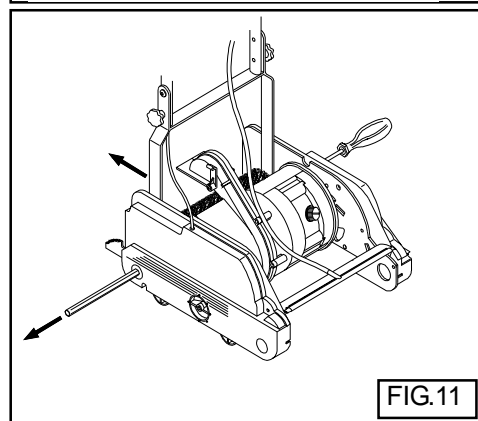

FIG.11
13.1.2 Cepillo posterior (FIG.11)